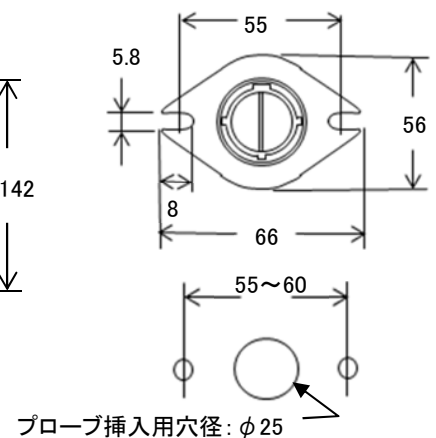

図 2 TR9292 プローブ 寸法図(mm)
- ①ダクトにプローブ挿入用の穴(φ25mm)及び取付ネジ用の穴(2個)を開けます。(図2参照)
- ②プローブの幅の大きい面が風の流れに対して垂直になるようにします。
- ③プローブの先端から矢印の方向に、ガスケットをフランジまで挿入します。
- ④ダクトにプローブを挿入し、プローブのガスケットとダクトを確実に密着させて2個のネジで固定します。